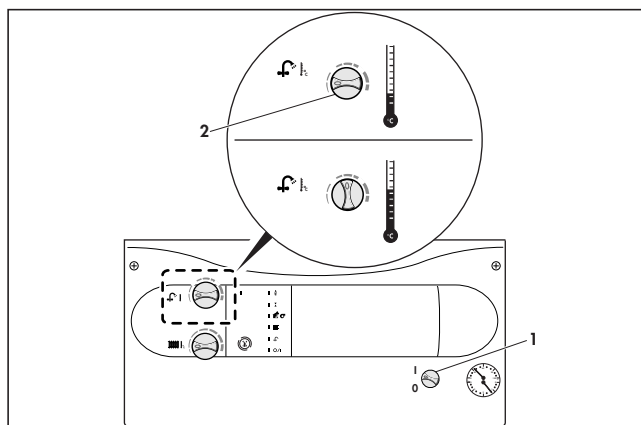

Рис. 5: Режим приготовления горячей воды
**При жесткости воды больше 3,5 мг.экв/л (1,79 моль/м³) поворотную ручку (2) рекомендуется устанавливать максимум в среднее положение (рис. 5).**